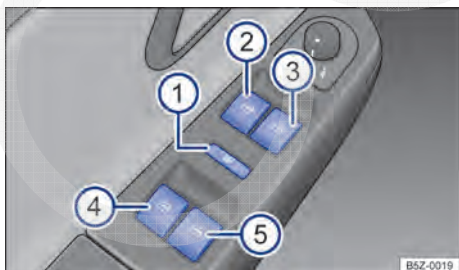

Fig. 30 Na porta do condutor: teclas dos vidros elétricos dianteiros.
Legenda para → Fig. 30:
A tecla de segurança → Fig. 30 ① desativa as teclas dos vidros elétricos nas portas traseiras. Com isso, a luz de controle amarela na tecla se acende.